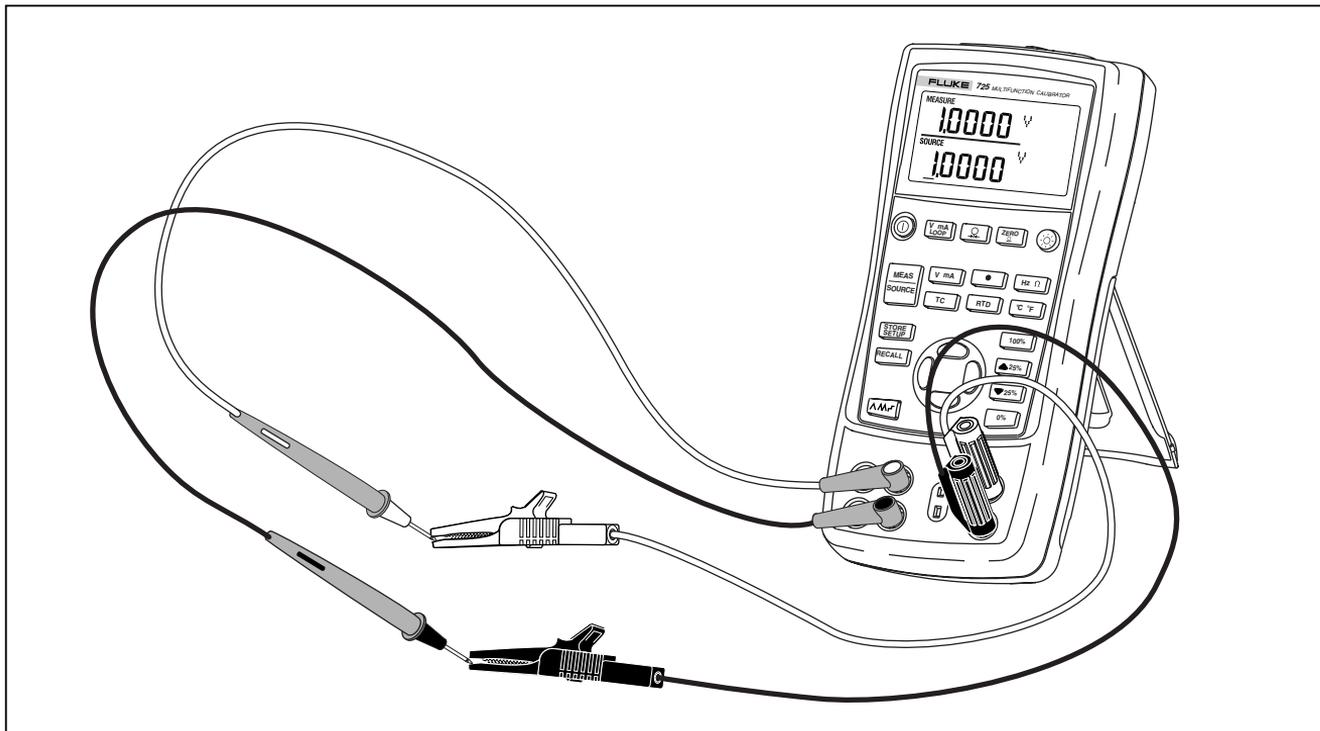

Figura 5. Prova della tensione ingresso-uscita
1. Collegare il terminale d'uscita della tensione del calibratore a quello di ingresso della tensione, come indicato nella figura 5.